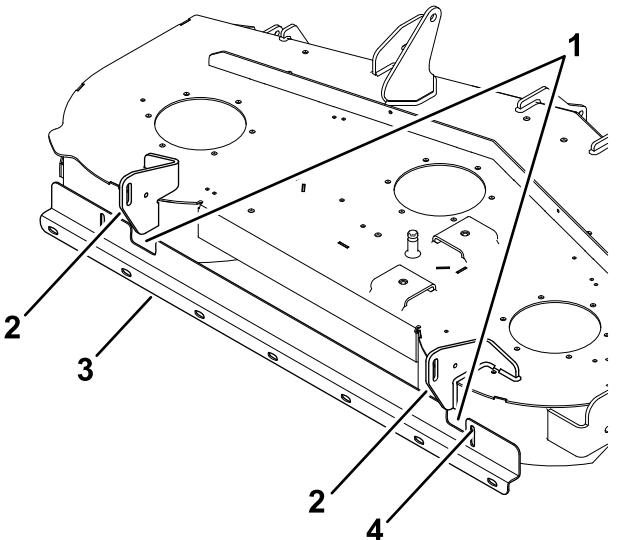

Рисунок 2
3. Используя кронштейн в качестве шаблона, отметьте и просверлите отверстие в изгибе правой перегородки, используя сверло (9/32 дюйма), как показано на Рисунок 2.